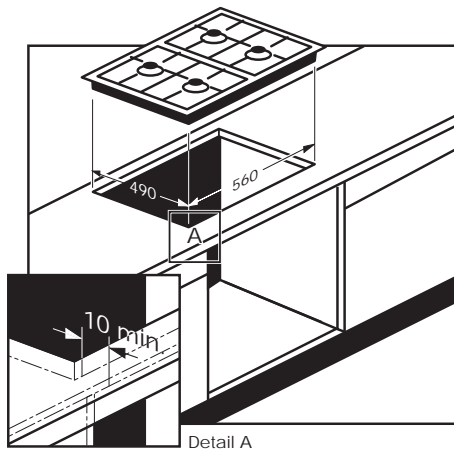

Abb. 3
- Mit Hilfe der Schablone können Sie den Ausschnitt (490x560 mm) auf der Anrichte abzeichnen (siehe Abb. 3).
Das Sägemeß (siehe Abb. 3, Detail A) springt an der Vorderseite 10 mm vom Schrankkörper ein (also die Vorderseite des Schrankes ohne Tür!).